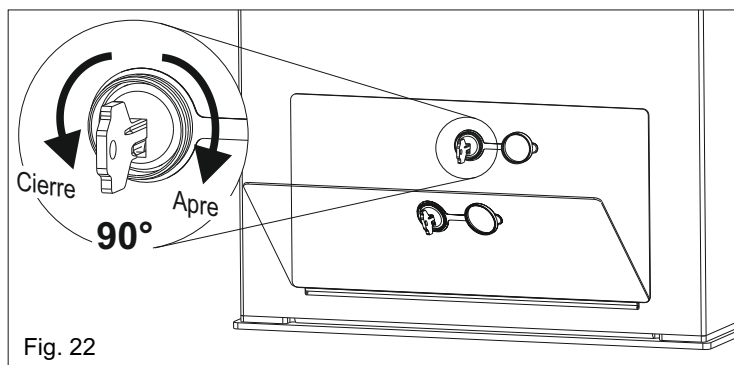

Fig. 22
- Abrir el cobre-cerradura, insertar la llave y girarla de 90° en sentido horario (Fig. 22).
- Reposicionar el cárter y cerrarlo girando la llave de 90° en sentido anti-horario (Fig. 22).